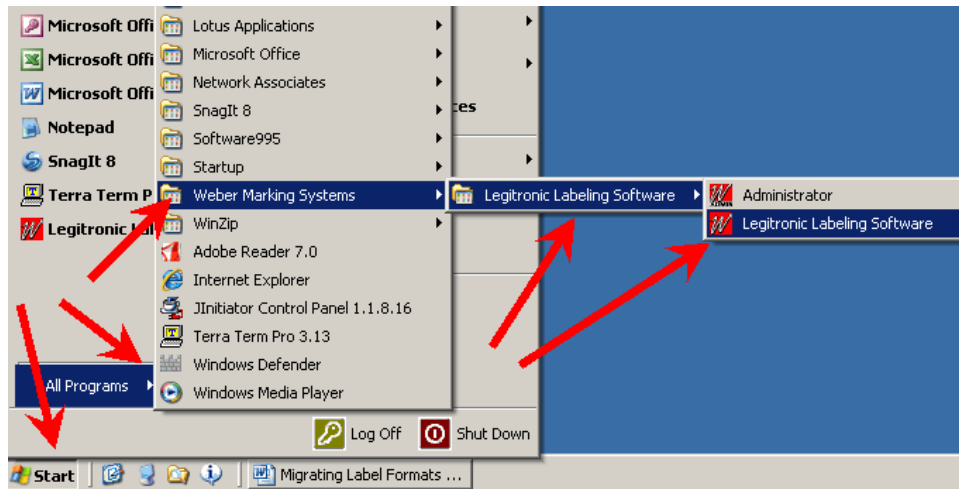

Figure 47
56. Start the Legitronic Labeling Software. ( Start ► All Programs ► Weber Marking Systems ► Legitronic Labeling Software ► Legitronic Labeling Software) (Figure 47)